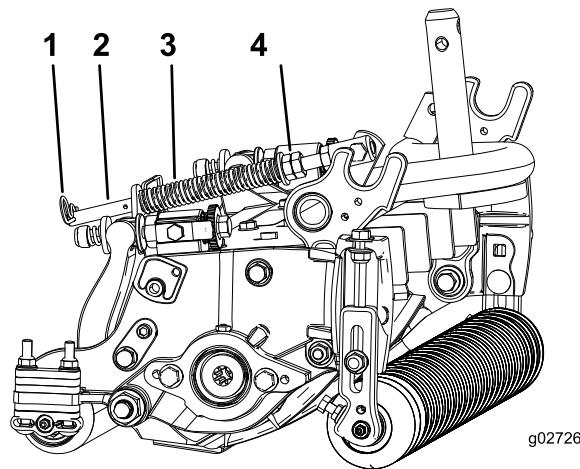

Figure 19
2. Serrez les écrous hexagonaux à l'extrémité avant de la tige de ressort jusqu'à ce que la longueur du ressort comprimé soit égale à 12,7 cm ; voir Figure 19.
1. Vérifiez que la goupille fendue est insérée dans le trou de la tige de ressort (Figure 19).